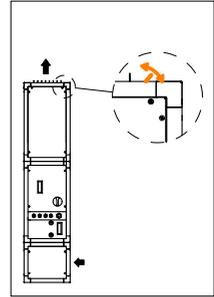

FIG.3
- Las rejillas de descarga de aire, disponibles como accesorio, son orientables en una dirección permitiendo regular la orientación del flujo de aire en distintas direcciones (Fig.3).